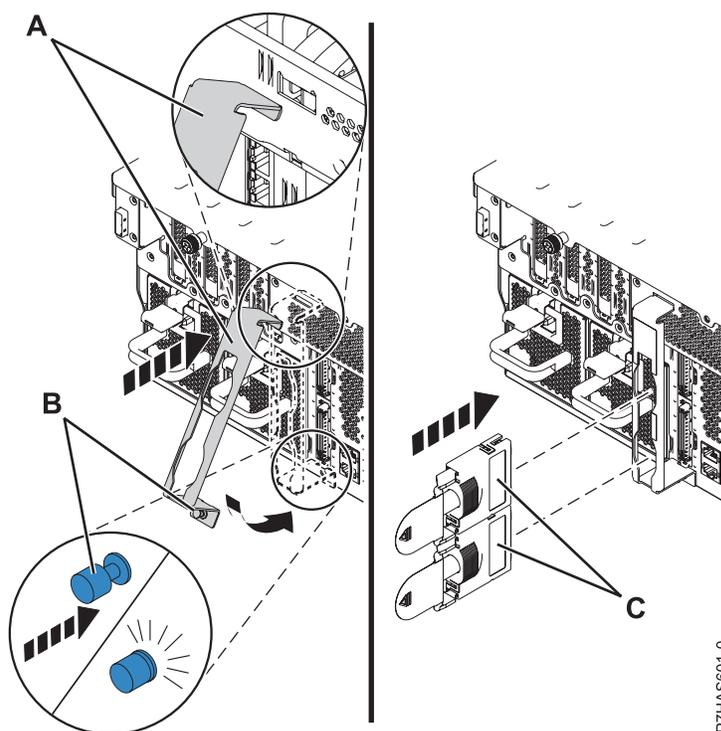

Figura 7. Instalación de la pieza de retención de cables
7. Si se proporciona la pieza de retención de cables (A), que se muestra en Figura 7 en la página 10, siga estos pasos:
- a. Incline el soporte para cables (A), que se muestra en la Figura 7 en la página 10, para fijar la pestaña de la parte inferior del soporte a la ranura.
- b. Balancee el soporte para cables hacia el chasis y presione la pieza de sujeción (B) hacia el interior de la apertura del chasis para fijar el soporte.
8. En la parte posterior del sistema, conecte los cables del adaptador (C).